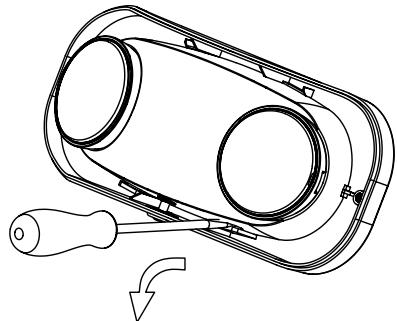

Figure 2
WALL MOUNT-BACK POWER FEED (SEE FIG 2)
2. Use flat blade screwdriver insert the two slots and pry off front cover from back plate.(see Fig 2).
ALIMENTATION ÉLECTRIQUE MURALE ARRIÈRE (VOIR FIG. 2)
2. À l'aide d'un tournevis à lame plate, insérez-le dans les deux fentes et soulevez le couvercle avant de la plaque arrière (voir Fig. 2).